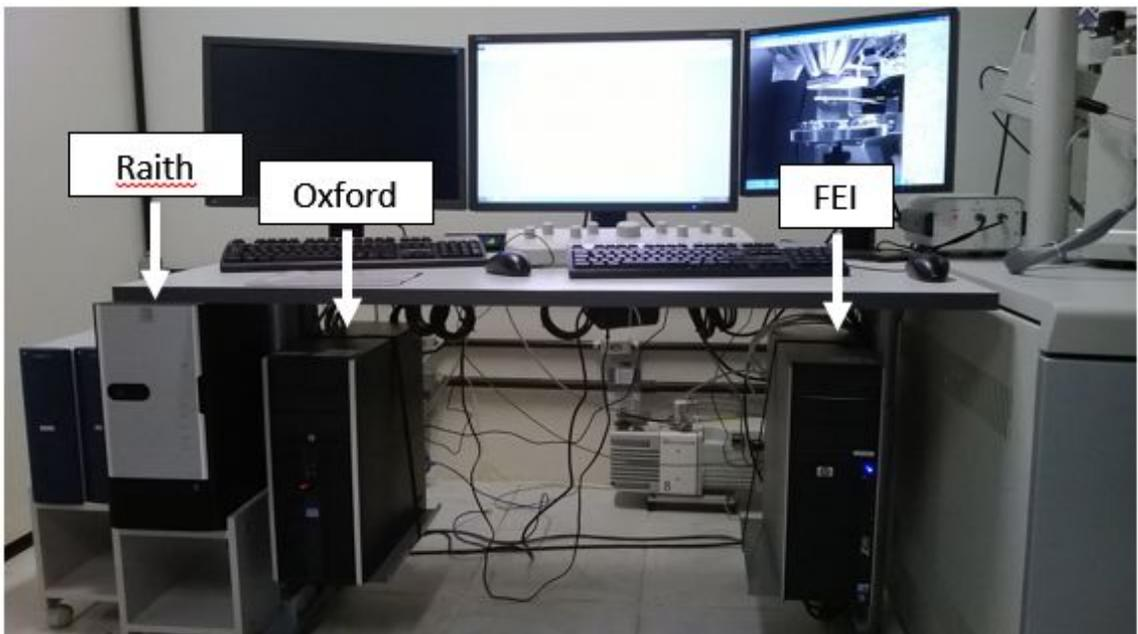

Figura 1. Computadores usados na operação do microscópio Inspect F50.
- Figura 1. Computadores usados na operação do microscópio Inspect F50.